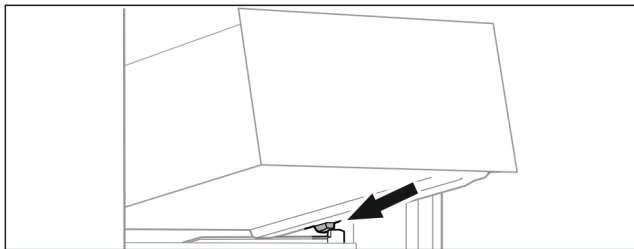

Fig. 65
- ▶ Sett skuffen på skrå bak stopperne på beholderribben. (se Fig. 65)